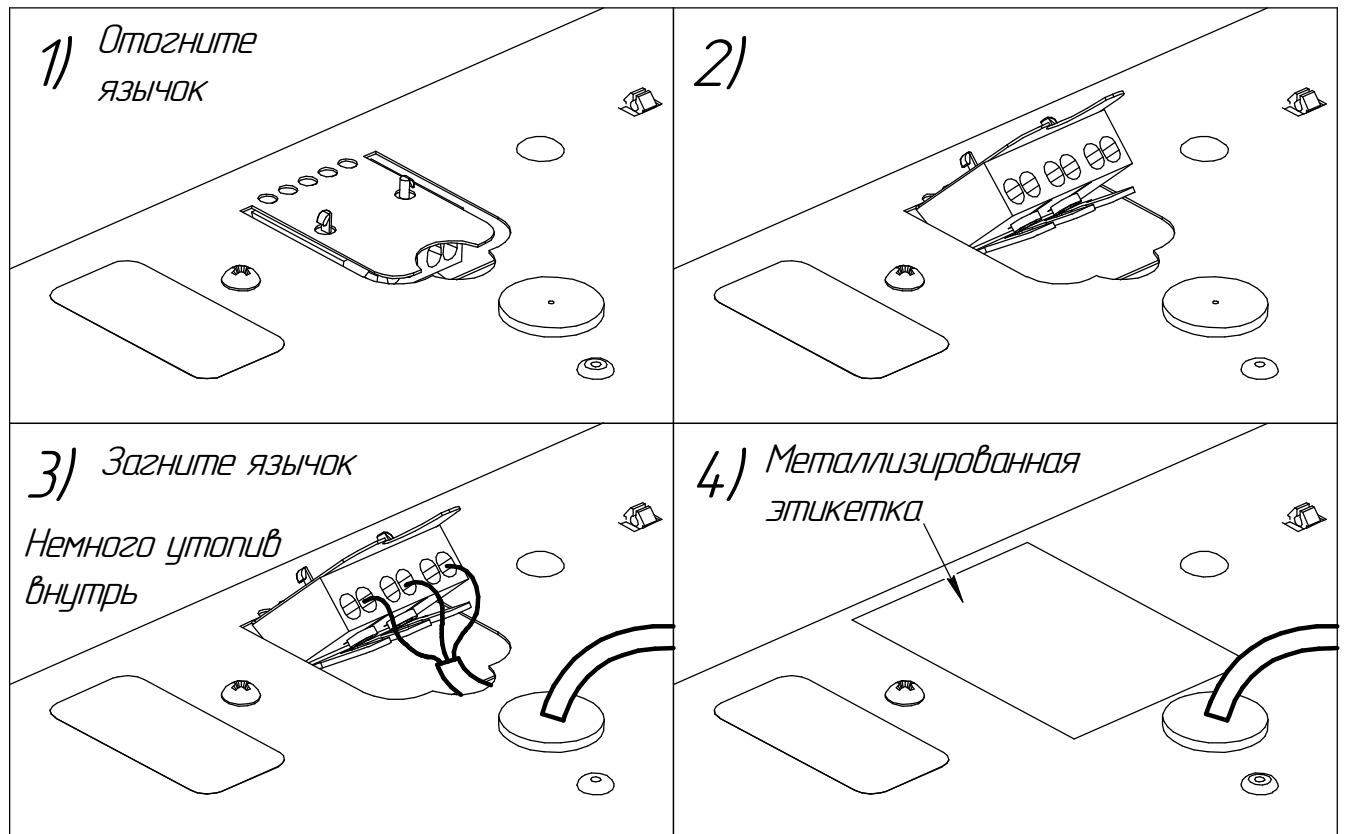

Рисунок 5 - Схема подключения светильников
3) Загните язычок, немного утопив его внутрь, и заклейте язычок металлизированной наклейкой, входящей в комплект поставки (см. рисунок 5).
5) Загните язычок, немного утопив его внутрь, и заклейте язычок металлизированной наклейкой, входящей в комплект поставки (см. рисунок 5).